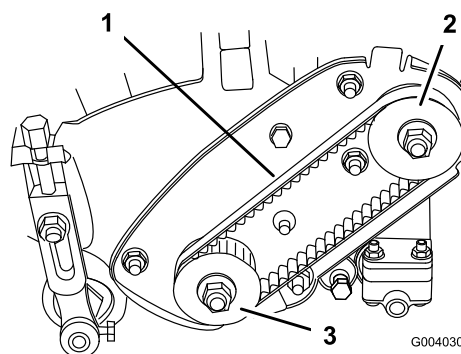

Figura 31
2. Verifique a pressão calcando a correia (Figura 31) até ficar entre o alternador e as polias, aplicando uma força de $1,8 \pm 0,5$ kg. A correia deve atingir um desvio de 4,8 a 7,9 mm. Se a deflexão for incorrecta prossiga para o passo seguinte.